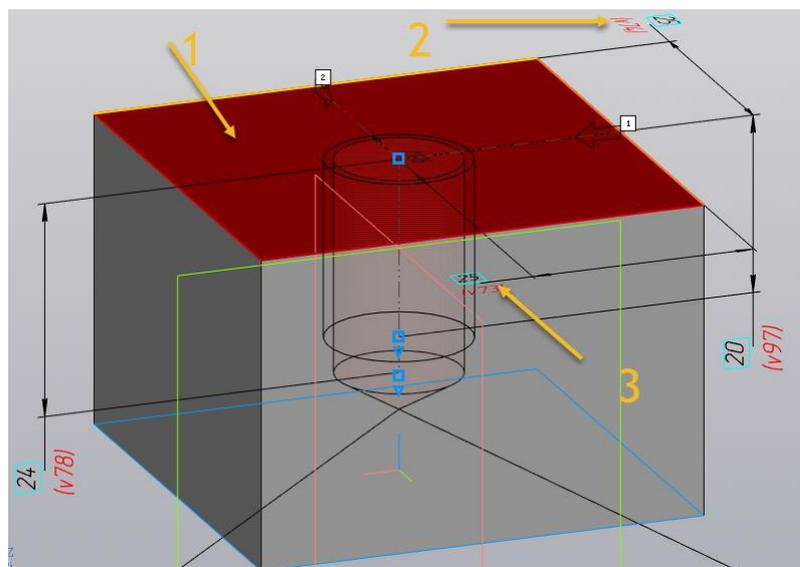

Рис. 8. Выбор грани для размещения отверстия
Укажите грань для размещения отверстия примерно в ее центре (1) (рис. 8).